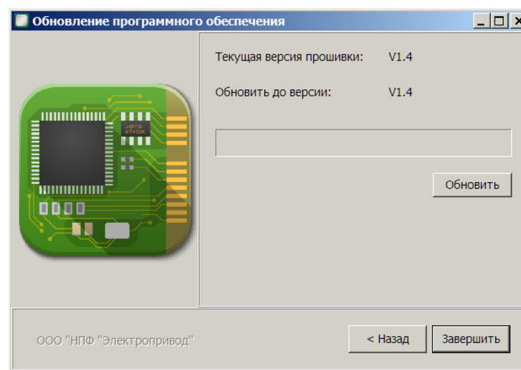
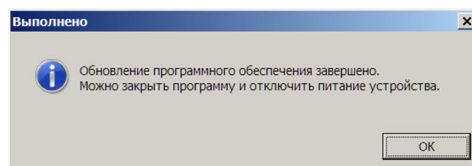

Рисунок 44.
Рисунок 45.
- 5) Нажмите «Далее», на следующей странице будет представлена текущая версия программного обеспечения контроллера и версия прошивки до которой можно обновить. Обновление не требуется, если версии совпадают (рис. 44). Если версии различаются, то нажмите «Обновить». Внимательно прочитайте все сообщения о требованиях к процессу обновления программного обеспечения. Дождитесь его окончания, о чём будет свидетельствовать сообщение (рис. 45). Теперь SMSD Updater можно закрыть, отключить питание контроллера и отсоединить microUSB кабель. Обновление завершено.